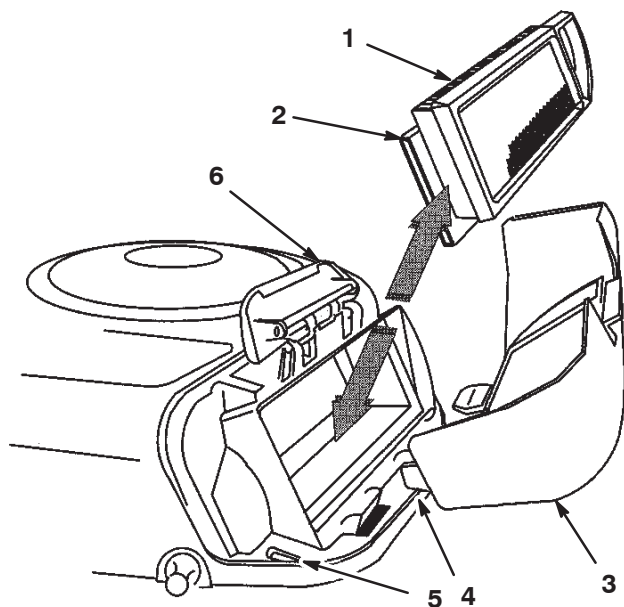

Figure 22
- Sortez avec précaution les éléments en papier et en mousse du carter de soufflante (Fig. 22).
- Placez les languettes du couvercle du filtre à air en face des fentes du carter de soufflante (Fig. 22). Accrochez la poignée sur le couvercle et appuyez dessus pour verrouiller le couvercle en place.